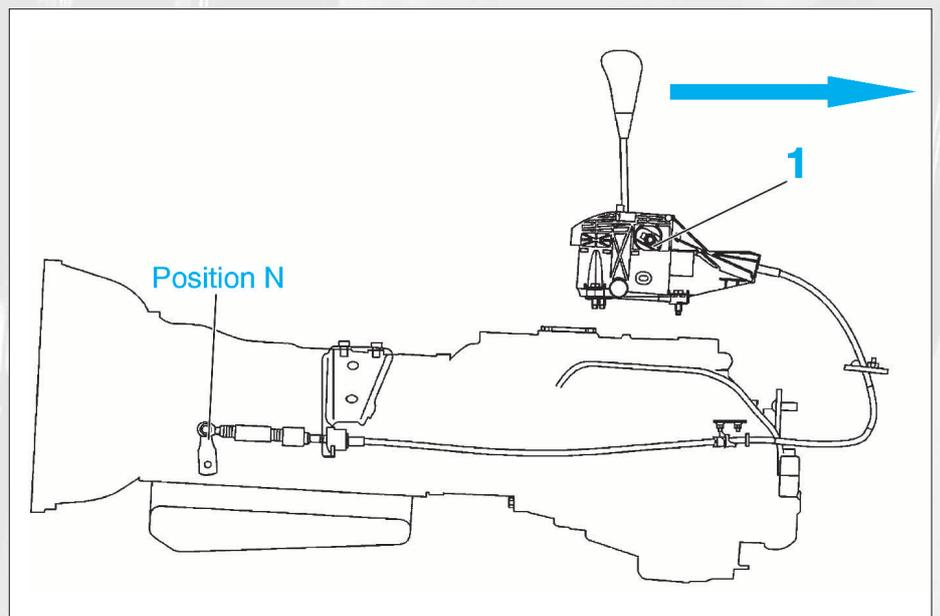

FIG. 24
- Desserrer l'écrou (1) (1 mm maximum) (fig. 24).